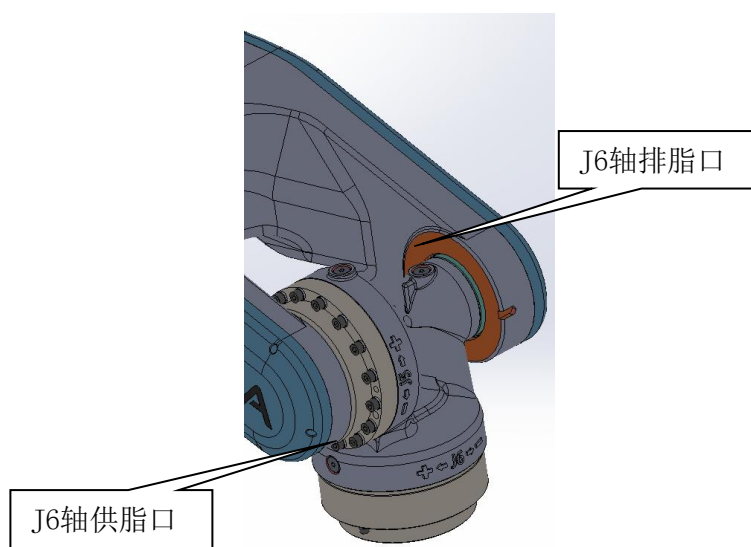

图3.5
- 4) 移去末端法兰（J6 轴）润滑油排油口的内六角螺塞 M6X1。图 3.5。